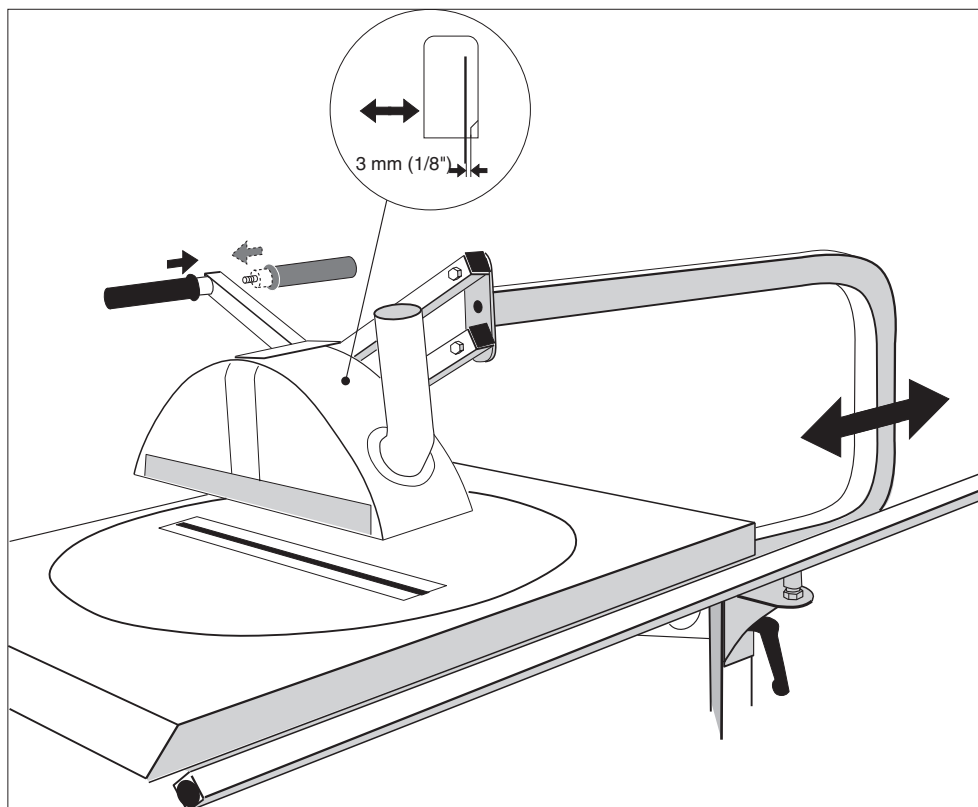
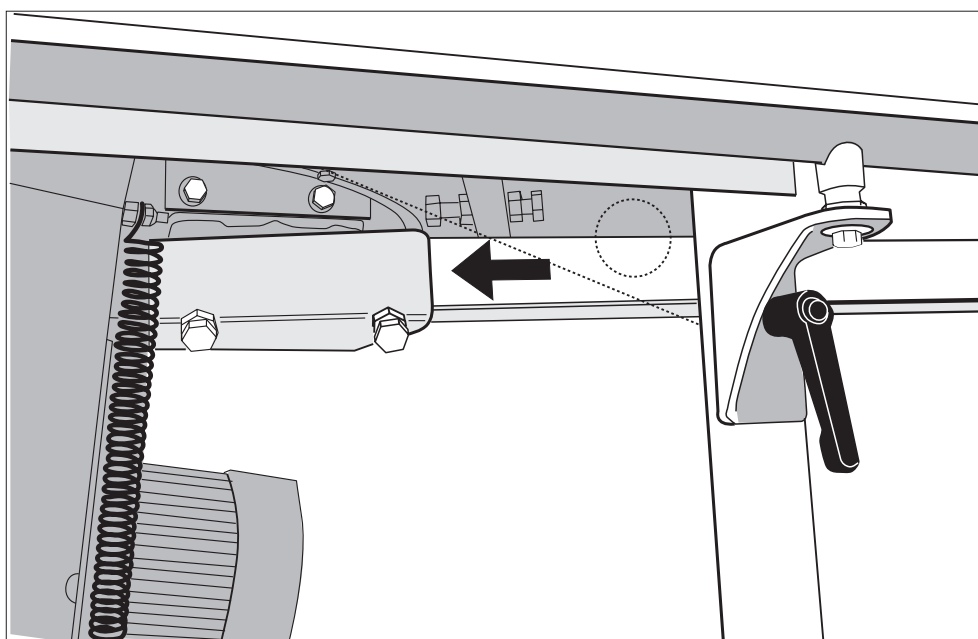

Fig. 1
Fig. 2
- Plasser svingbøylen i beslaget under bordet (*fig. 2*) Senk plastkuppelen slik at den ligger plant mot svingskiven. Juster svingbøylen og påse at trelisten i kuppelen har en avstand til sagbladet på 3 mm. Deretter trekkes festeskruen til. *Se fig. 1.*